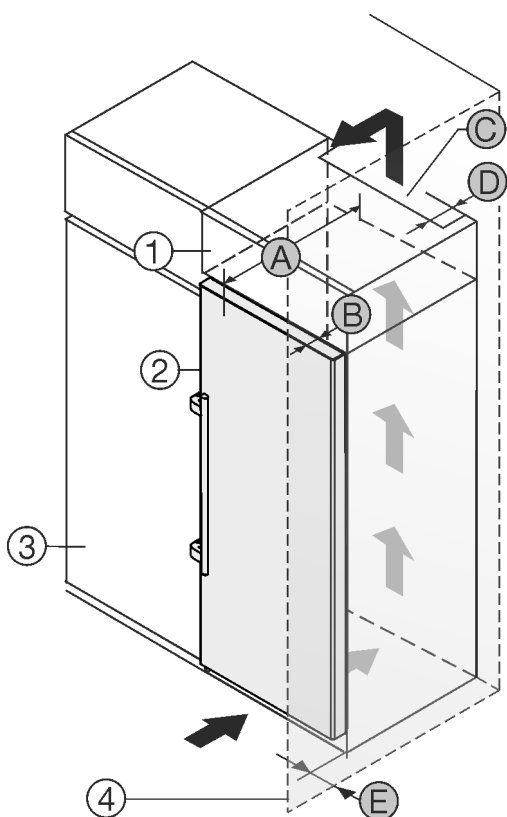

Fig. 2
Puteți amplasa aparatul direct lângă dulapul de bucătărie Fig. 2 (3).*
În partea din spate a dulapului suspendat trebuie să existe o fantă de aerisire cu grosimea Fig. 2 (D) pe toată lățimea dulapului suspendat.*
Sub tavanul încăperii trebuie să fie respectată secțiunea de ventilație Fig. 2 (C).*
Atunci când montați aparatul cu balamalele lângă un perete Fig. 2 (4), distanța dintre aparat și perete trebuie să fie de minim 57 mm . Această valoare corespunde proeminenței mânerului cu ușa deschisă.*
Astfel încât să puteți deschide complet ușa, aparatul trebuie să fie proeminent cu cel puțin adâncimea ușii Fig. 2 (B) față de suprafața frontală a dulapului de bucătărie. În funcție de adâncimea dulapurilor de bucătărie Fig. 2 (3) și utilizarea distanțierelor de perete, aparatul poate ieși mai mult în afară.*